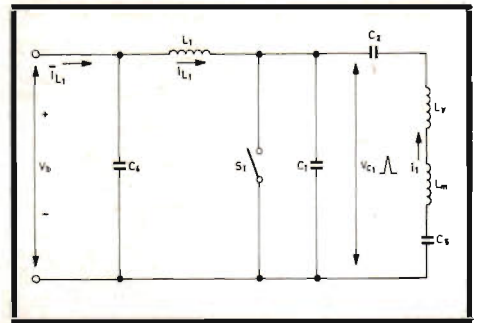
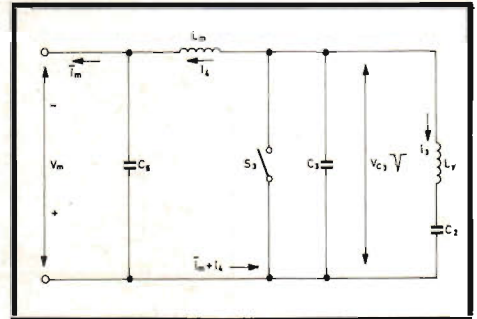
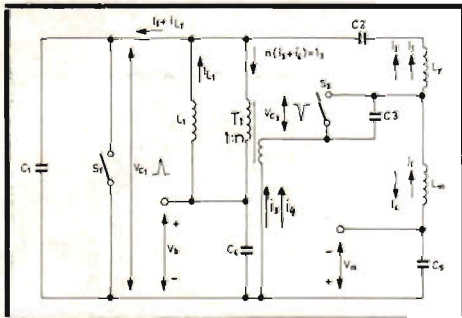

Fig 10.
Fig 11.
Fig 9. Ekvivalent krets till fig 8.
I fig 9 är L_t ritad som en induktans L_1 parallell med en idealtransformator T_1 med oändlig induktans och omsättning $1:n$. Vidare visar fig 9 den bryggekrets, som tjänar till att modulera avlänkningsströmmen genom L_y . När bryggan är i balans kan V_{C1} inte driva någon ström genom kondensatorn C_3 eller strömbrytaren S_3 . Inte heller kan någon ström flyta genom C_1 eller S_1 p g a V_{C3} . Med andra ord finns ingen ömsesidig inverkan mellan strömmar och spänningar genererade av S_1 och S_3 .
När bryggan är i balans är strömmarna i varje gren av bryggan = den algebraiska summan av strömmarna som kan flyta p g a V_{C1} eller V_{C3} . Sålunda är strömmen genom L_y = summan av strömmarna i_1 och i_3 , som flyter genom L_y om $V_{C3} = 0$ resp $V_{C1} = 0$. Dessa båda fall visas separat i fig 10 och 11. Båda figurerna representerar en krets liknande fig 9, men i fig 11 är matningsspänningen negativ, så att strömriktningarna är de motsatta.
I fig 10 kan strömmen genom L_y och L_m i serie approximeras genom formeln
I fig 11 ges strömmarna genom
Om strömmarna i fig 10 och 11 adderas får man:
Under återgångstiden är V_d ungefär lika med nV_{C1} så att en motsatt spänning nV_{C1} ligger över de två dioderna i serie, och detta påverkar återgångstiden i den del av kretsen som visas i fig 11. En negativ spänningsspul uppstår över C_3 . D_2 är spärrad så länge pulsen varar, och det skall den göra under hela återgångstiden. Därför är ett villkor för att dioderna skall arbeta som en synkron strömbrytare att återgångstiden i kretsen enl fig 10 och fig 11 är lika.
- Återgångstiderna för kretsarna i fig 10 och 11 är samma